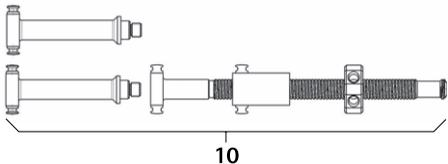

Abb. 15
- ▶ Spindeldistraktor 10 montieren, siehe Abb. 15.